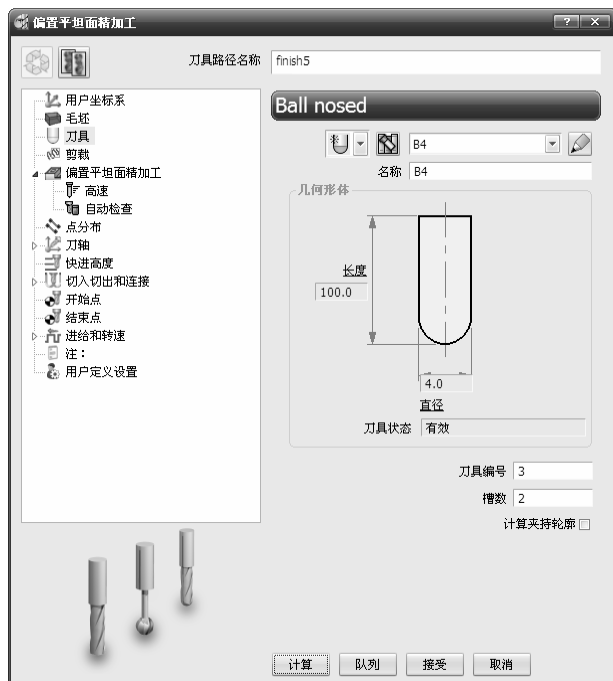

图 5-136 “偏置平坦面精加工”对话框
2) 在弹出的“偏置平坦面精加工”对话框中设置相关参数, 如图 5-136 所示。